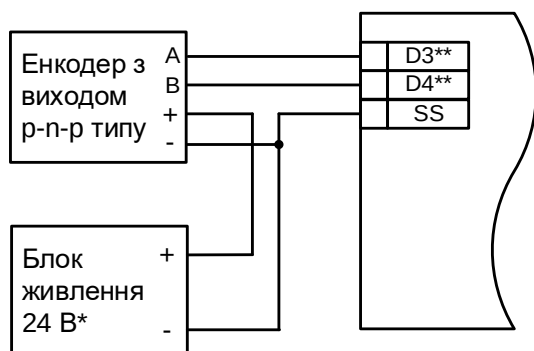

Рисунок 5.9 – Схема підключення енкодерів р-п-р типу
- АВ енкодер типу p-n-p (див. рисунок 5.9);